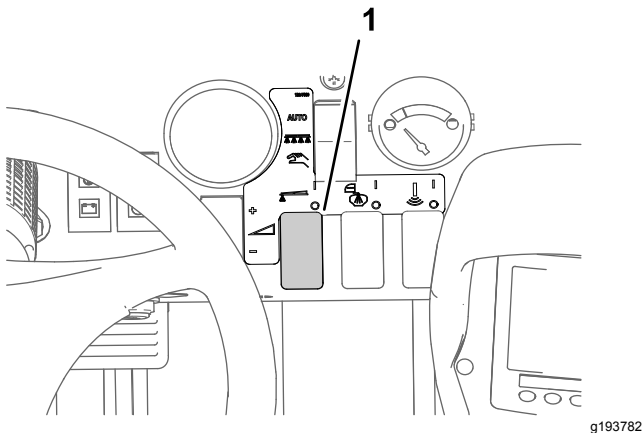

图 39
8. 使用喷洒率开关以获得随打药机提供的喷嘴选择指南里指定的喷洒压力 图 39。